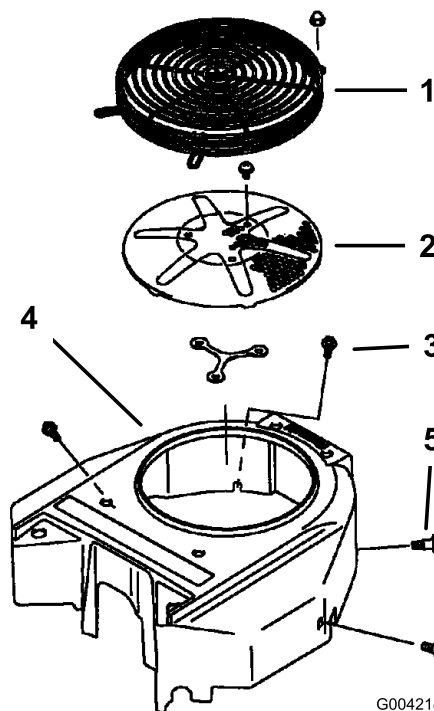

Figure 73
5. Remettez la grille d'entrée d'air, le lanceur et le carter du ventilateur (Figure 73).
Avant chaque utilisation, enlevez l'herbe, les saletés et autres débris éventuellement accumulés sur la grille du moteur. Cela permet d'assurer un refroidissement adéquat et un régime moteur correct, et réduit les risques de surchauffe et de dommages mécaniques du moteur (Figure 73).
3. Déposez la grille d'entrée d'air, le lanceur et le carter du ventilateur (Figure 73).